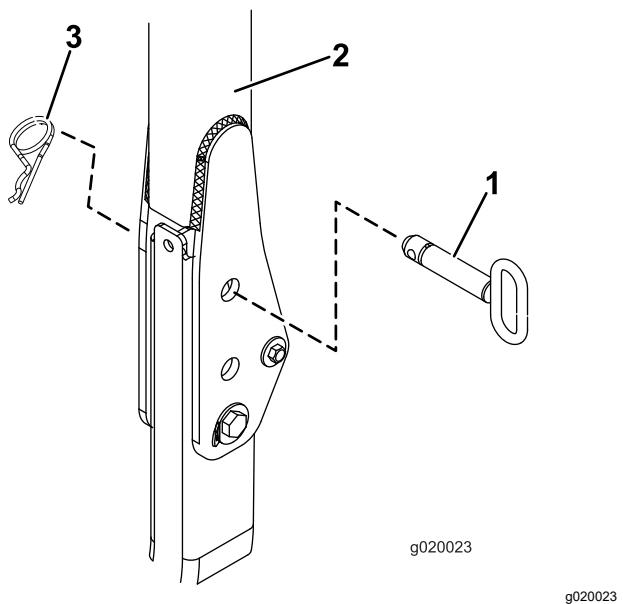

Figure 29
2. Pour les **Reelmaster 3555 et 3575**, passez à l'opération 10. Pour tous les autres modèles, relevez l'arceau de sécurité et retirez les goupilles fendues ainsi que les 2 axes (Figure 29).